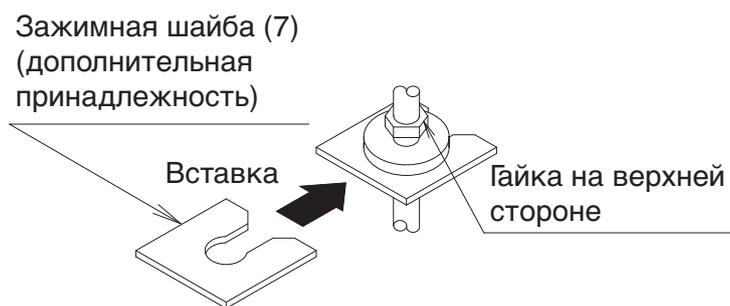

Рис. 3
Если используется зажимная шайба (7), верхняя шайба подвески (3) может быть защищена от спадания. (См. Рис. 3)